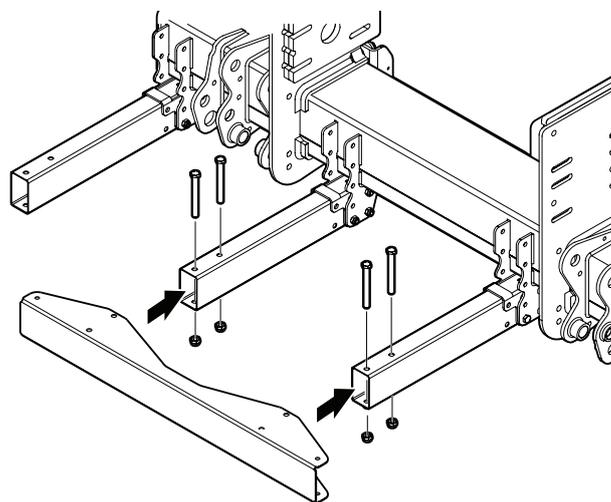

Figura 30. Montaje de perfil de chapa interno
2. Monte el perfil de chapa central con 4 tornillos M12x110 en las consolas. Consulte Figura 30.